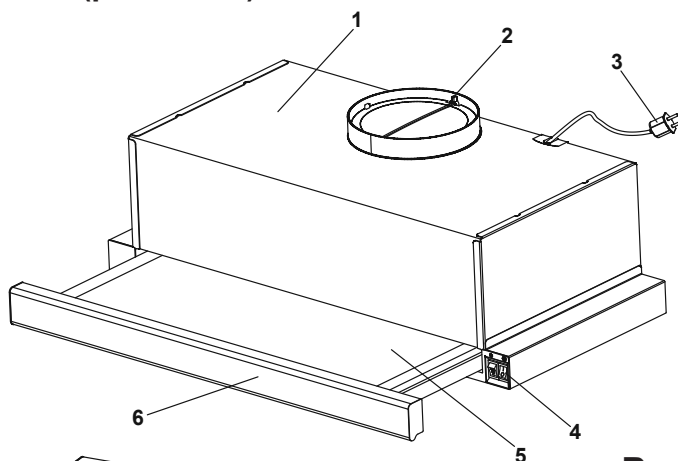

Рис.3
**ВНИМАНИЕ!** Дополнительно изделие изготавливается со следующими декоративными элементами (**рис.3**):
5.3 Вытяжка состоит из следующих составных частей (рис.3 / 3.1).